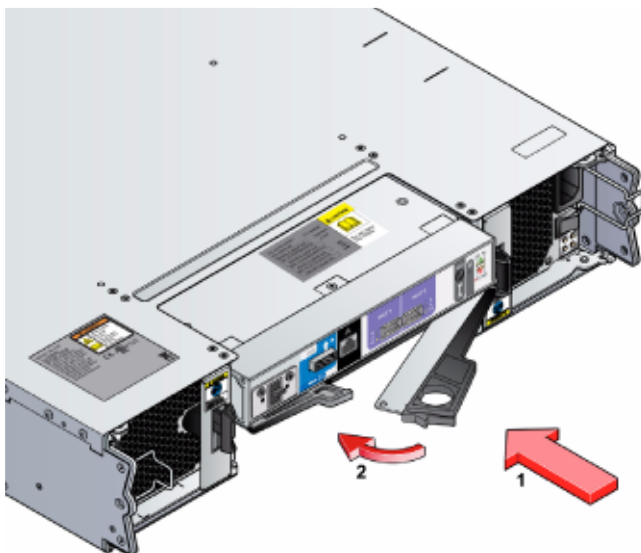

図6-6 RAIDコントローラーモジュールのインストール
2. ラッチが開いた状態でRAIDコントローラーを筐体にスライドさせます。（図6-6参照）